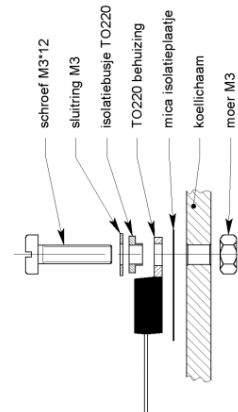

Figuur 1 Voorzijde, achterzijde en half gemonteerde print en H/BOOST v1.1.
- Werk eerst toe naar de halfgemonteerde print zie figuur 1. Hierbij zijn het koellichaam en de mosfet Q1 nog niet gemonteerd.